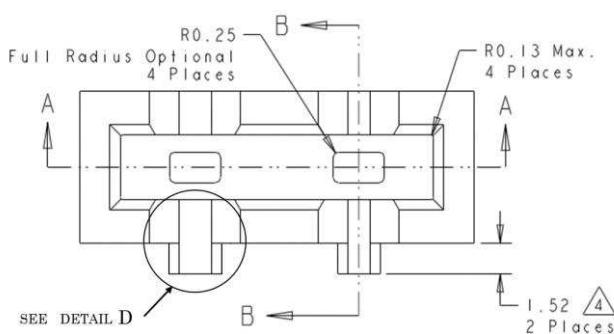

Fig.3 (1/6)
△4 自動挿入機を使用する際ハウジングにワイヤ・トリム・サポートがついていること。手動挿入工具を使用する際にはハウジングにワイヤ・トリム・サポートがついていなくてもよい。(Fig. 3 参照)
- 電線仮固定の為、ワイヤ・トリム・サポート側ハウジング端にコントロールド・フラッシュをつけてもよい。(Fig. 3 参照)